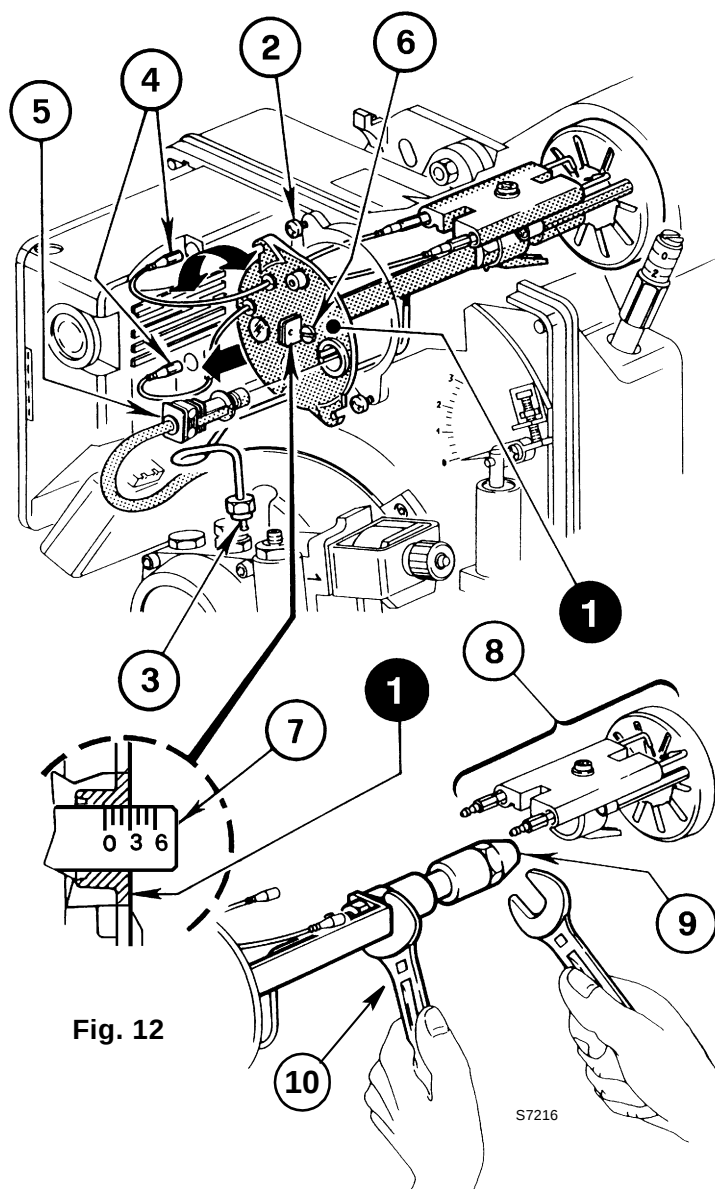

Fig. 12
B Fig. 12
4.3 REGOLAZIONE TESTA (fig. 12)